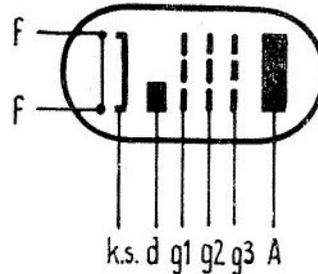
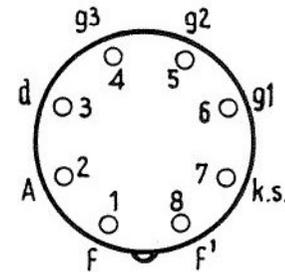

Fig.2 Vue schématique
Fig.3 Brochage vu par dessous
Vous verrez sur la planche donnant le schéma de l'expérience N°1 *fig.2* la représentation schématique de la lampe B et *fig.3* la correspondance des électrodes aux broches du support, enfin *fig.4* une vue en coupe du tube donnant l'emplacement des différentes électrodes.
Pour actionner un haut-parleur, il faut disposer d'une certaine puissance électrique et celle-ci est fournie par une lampe spéciale appelée *lampe de sortie du récepteur* ou, quelquefois, "*lampe de puissance*". Dans la boîte utilisée, cette lampe de puissance est du type pentode, ce qui est le cas le plus fréquent dans la pratique. C'est la lampe C (55) qui donne à la sortie une puissance nominale de 9 watts. Cette lampe fonctionne avec une tension de chauffage de 45 volts et un courant de chauffage de 0,1 ampère. Nous donnons une représentation schématique du tube figure 1, la correspondance des broches aux électrodes figure 2 et une coupe du tube figure 3. Chaque électrode est indiquée par une lettre et vous retrouverez leur correspondance en relisant ce qui a été donné pour la description du tube B.